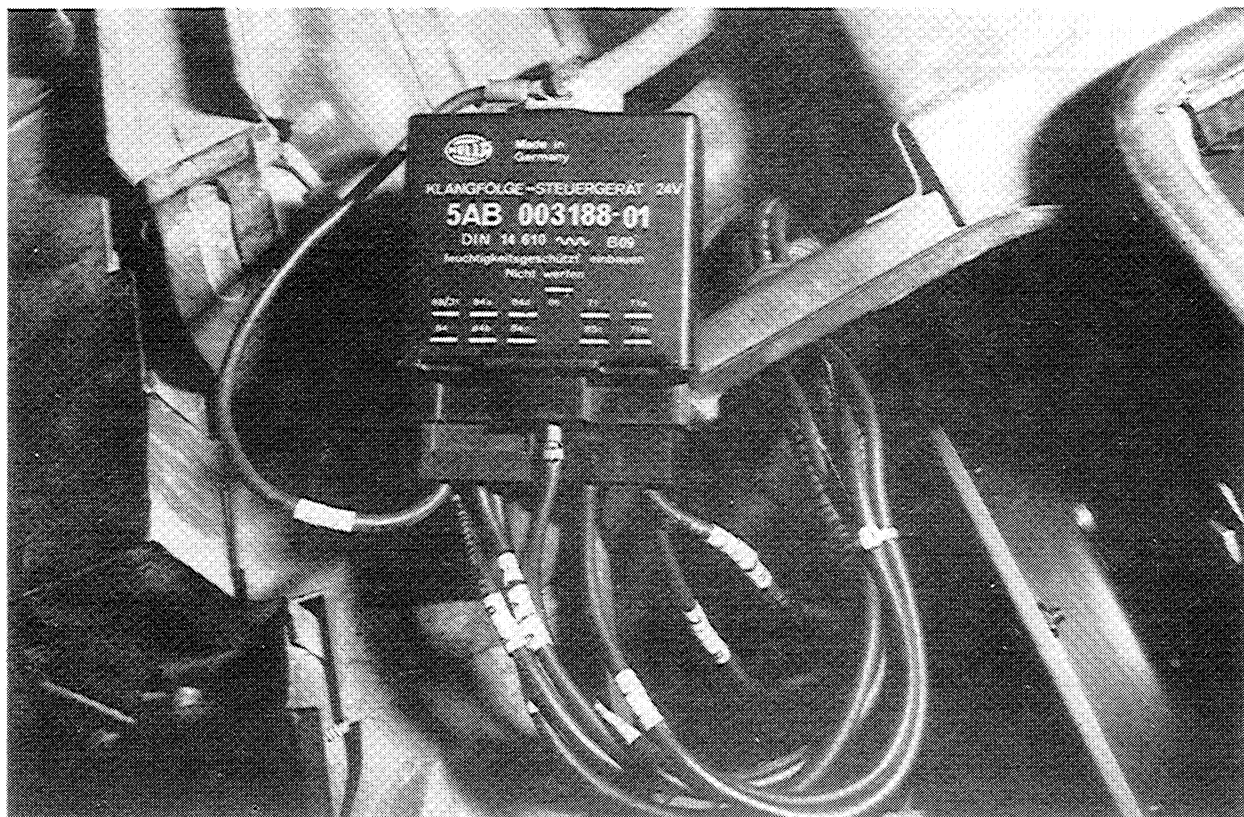
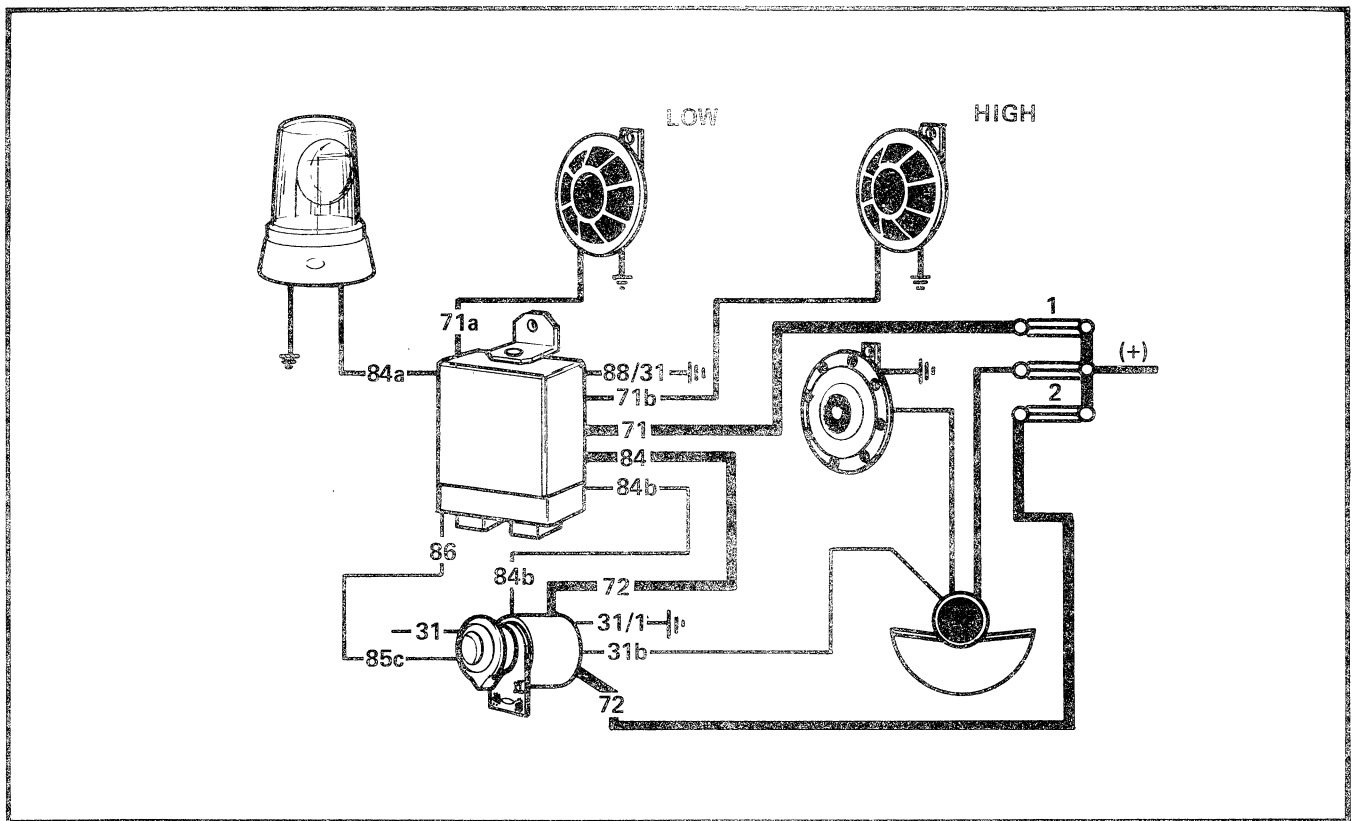
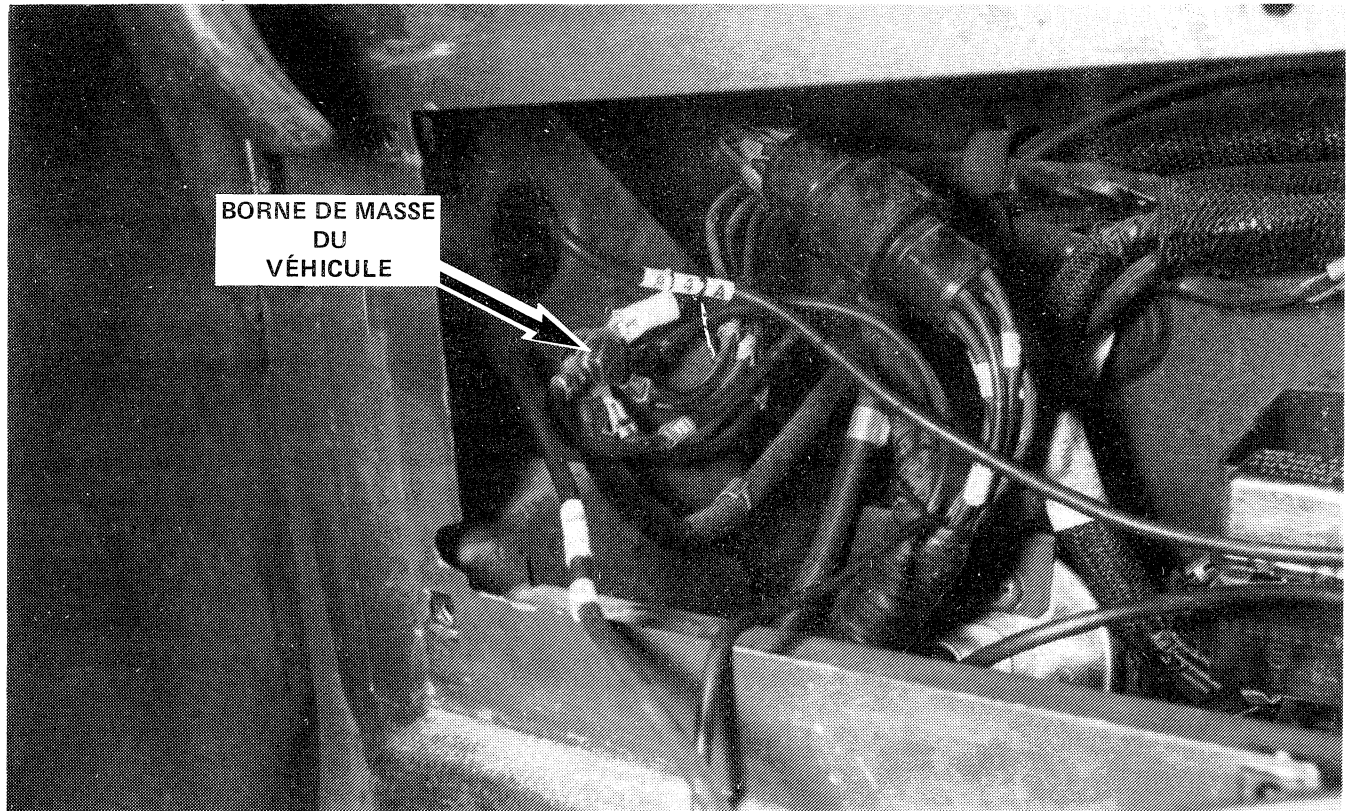

Figure 10 Fils raccordés dans le bloc de commande de tonalité
Figure 11 Schéma de câblage du girophare et des sirènes
Figure 12 Emplacement de la borne de masse
Chaque prise du bloc de commande de tonalité (voir figure 10) est identifiée par un numéro. Prendre soin de bien brancher les fils aux bons endroits. Consulter le schéma de la figure 11 pour faire le raccordement.
- c. Voir la figure 10. Placer le bloc de commande de tonalité (5) à un endroit convenable et introduire chacune des fiches dans le logement correspondant; s'assurer que toutes les fiches sont bien verrouillées en place.
- d. Acheminer le fil 84a à l'opposé des autres fils, vers le support du girophare (31) et le raccorder avec un coupleur au bout de fil 84a relié au support du girophare.
- h. Raccorder la fiche (16) du fil 31b à la borne 31b de l'interrupteur. Débrancher le fil 25a du relais du klaxon et enlever la fiche. Joindre l'extrémité des fils 31b et 25a, puis monter une fiche (15) neuve. Introduire la fiche dans la prise du relais.
- j. Monter la cosse à oeil du fil 31/1 avec le fil de masse du girophare 32 sur la borne de masse du véhicule (voir figure 12). Raccorder l'autre extrémité du fil 31/1 à l'interrupteur des sirènes.